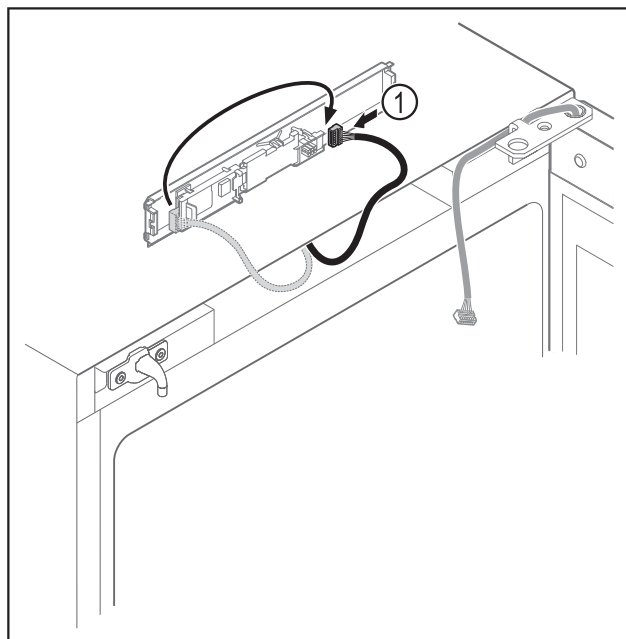

Fig. 11
- ▶ Scambiare la posizione del connettore Fig. 11 (1) sulla scheda.